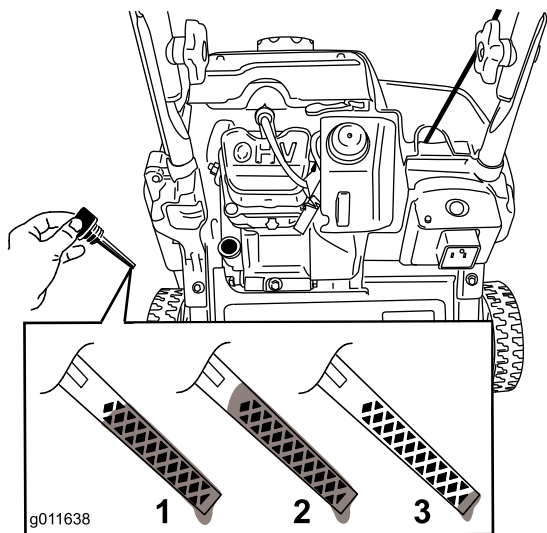

Рисунок 13
8. Для того, чтобы правильно определить уровень масла на масломерном щупе, см. Рисунок 13.
Примечание: Заливайте масло в картер двигателя до тех пор, пока масломерный щуп не покажет, что достигнут нужный уровень масла в двигателе, как показано на Рисунок 13. В случае перелива слейте некоторое количество масла из двигателя, как описано в разделе «Замена моторного масла».